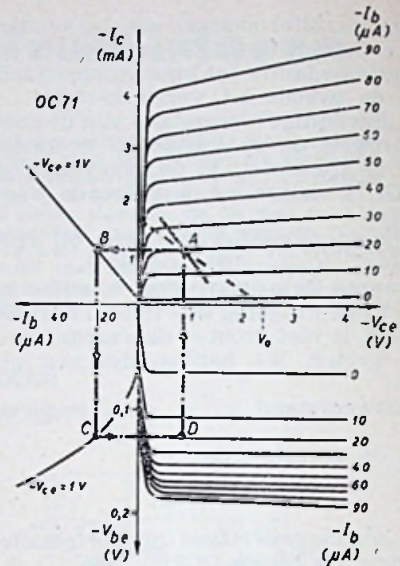

Fig. 2 - KARAKTERISTIEKEN-SCHAAR van de transistor OC71 in emittorschakeling
Aanpassing en werkpunt houden ten nauwste verband met elkaar. Voor we echter overgaan tot praktische experimenten moeten we eerst de karakteristieken eens grondig bekijken. In fig. 2 is de $I_c - V_{bc} - V_{ce}$ karakteristieken-schaar van de OC71 in de gemeenschappelijke emittorschakeling aangegeven. De kwadranten links boven en links onder kennen we al uit de fig. 4 en 5 van ons eerste artikel. De helling van de karakteristieken geeft de stroomversterking en de ingangsweerstand aan. Het kwadrant rechts boven kennen we ook reeds uit fig. 6 van het eerste artikel.
Het kwadrant rechts onder laat zien, dat de basisspanning $-V_{bc}$ bij een gegeven basisstroom $-I_b$, niet veel verandert tengevolge van de collectorspanningsveranderingen. De uitgang heeft bij de gemeenschappelijke emittorschakeling, zoals we reeds opmerkten, weinig invloed op de ingang. Het werkpunt van een transistor komt in alle vier de kwadranten (fig. 2) voor, zoals is te zien aan de $-$ lijnen in deze figuur.
We willen toekomen met een zo laag mogelijke voedingsspanning, bv. met $V_0 = 2,4$ V. Daarmee is het voetpunt van de gelijkstroomwerkkarakteristiek, waarvoor de weerstand R_3 in fig. 1a verantwoordelijk is, vastgelegd. Om de grootte van deze weerstand te kunnen bepalen gelden de volgende overwegingen. Stel dat aan punt (1) in fig. 1a een wisselspanning ligt met een maximum amplitude van $100 \mu\text{V}$, zodat er bij een ingangsweerstand van 850Ω een basiswisselstroom van ongeveer $0,12 \mu\text{A}$ loopt. Deze stroom is in fig. 2 niet meer af te lezen, zodat we hier met een typische versterker voor kleine signalen hebben te doen. Bij deze geringe uitsturing zouden we ook de collector- en basisgelijkstroom zeer klein kunnen kiezen.
In verband hiermee zullen we voorlopig (over compensatiemaatregelen zullen we het later hebben) voor $-I_b = 20 \mu\text{A}$ en $-I_c = 1$ mA aannemen. Ook de collectorspanning $-V_{ce}$ mag niet te klein worden gekozen, zodat ongeveer de in fig. 2 getekende toestand bereikt is.
Trekken we in het punt C in fig. 2 een raaklijn aan de kromme, dan vinden
Deze weerstand is in fig. 2 met een getrokken rechte lijn getekend.